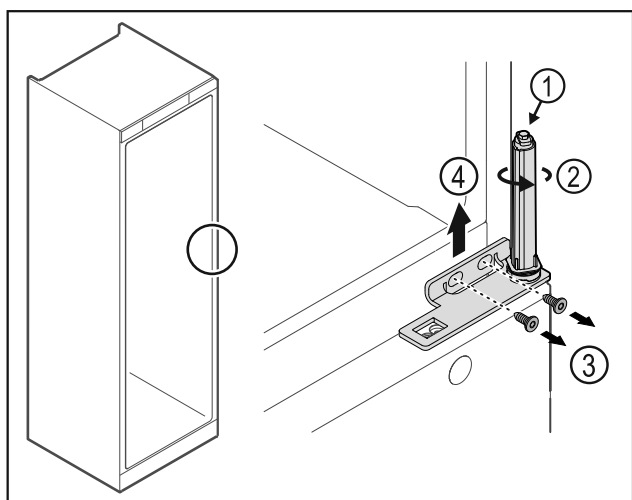

Fig. 27
- ▶ Nerozoberajte systém zatvárania dverí Fig. 27 (1).
- ▶ Otáčajte systém zatvárania Fig. 27 (2), kým nezacvakne.
- ▶ Uvoľnite skrutky Fig. 27 (3), odoberte uholník závesu nahor Fig. 27 (4).